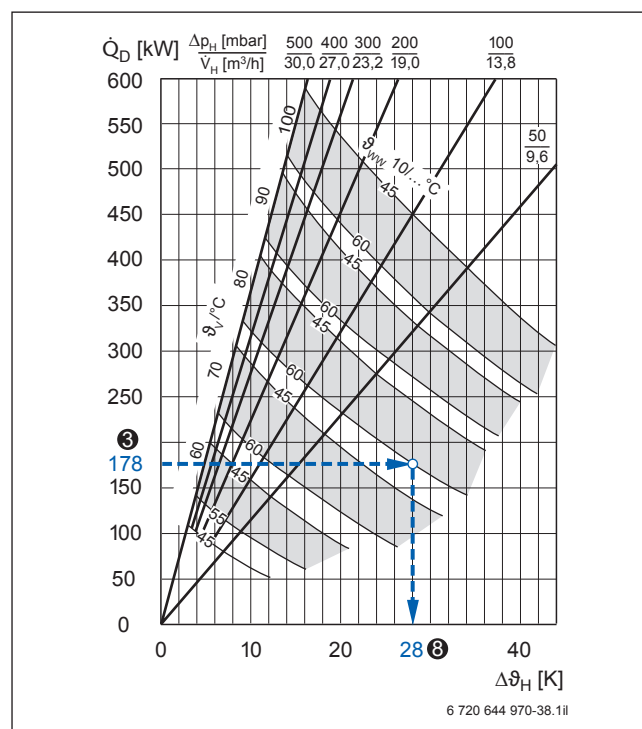

Bild 49 Warmwasser-Dauerleistung Logalux LTN2500 und LTN3000; Beispiel blau hervorgehoben (Vorlage → Bild 86, Seite 115)
Aus dem Dauerleistungsdiagramm für Warmwasserspeicher Logalux LTN2500 und LTN3000 ist ausgehend von der effektiven Anschlussleistung ❸ die heizwasserseitige Temperaturdifferenz  $\Delta\vartheta_H = 28 \text{ K}$  ❺ abzulesen (Beispiel → Bild 49).